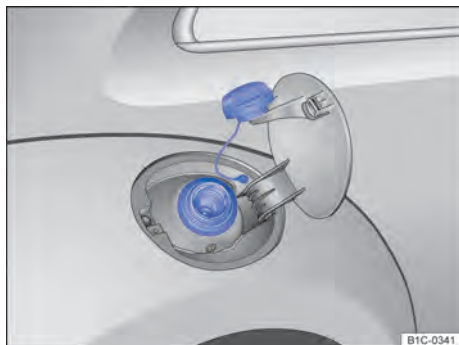

Fig. 128 Portinhola do tanque aberta com a tampa do tanque pendurada.
- Girar a tampa do tanque no sentido anti-horário e pendurá-la em cima da portinhola do tanque ⇒ Fig. 128.